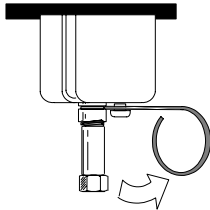

图 35 绝热套
- 4 如果需要，安装绝热套。把绝热套弹簧推向右侧，使绝热套滑动套到进样口接头上，以便绝热套上部的绝热体跟柱箱顶直接接触（图 35）。